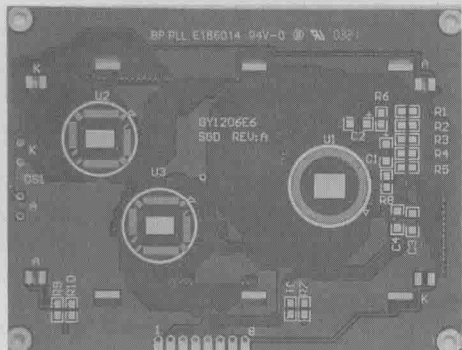
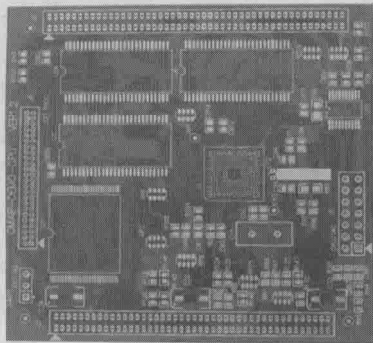

图 1-2 单面板
图 1-3 4层板
(1) 单面板(Single-Sided Boards): 在这种电路板上,零件集中在一面,而导线则集中在另一面上。因为导线只出现在其中一面,所以我们就把这种 PCB 叫作单面板(Single-sided)。因为单面板在设计线路上有许多严格的限制(因为只有一面,布线间不能交叉而必须走独自的路径),所以只有早期的电路才使用这类板子,如图 1-2 所示。
(2) 双面板(Double-Sided Boards): 这种电路板的两面都有布线。不过要用上两面的导线, 在两面之间必须要有适当的电路连接才行, 这种电路间的“桥梁”叫作导孔。导孔是充满或涂上金属的小洞, 它可以与两面的导线相连接。因为双面板的面积比单面板大了一倍, 而且因为布线可以互相交错(可以绕到另一面), 因此更适合用在比单面板更复杂的电路上。
(3) 多层电路板(Multi-Layer Boards): 为了增加可以布线的面积, 可以使用更多单面或双面的布线板。多层板使用数片双面板, 并在每层板之间放置一层绝缘层后粘牢(压合)。板子的层数就代表了有几层独立的布线层, 通常层数都是偶数, 并且包含最外侧的两层。大部分的主机板都是 4~8 层的结构, 不过技术上可以实现近 100 层的 PCB 板。大型的超级计算机大多使用相当多层的主机板, 不过因为这类计算机已经可以用许多普通计算机的集群代替, 因此超多层板已经渐渐被淘汰了。因为 PCB 中的各层结合紧密, 一般不太容易看出实际数目。如图 1-3 所示为 4 层板。